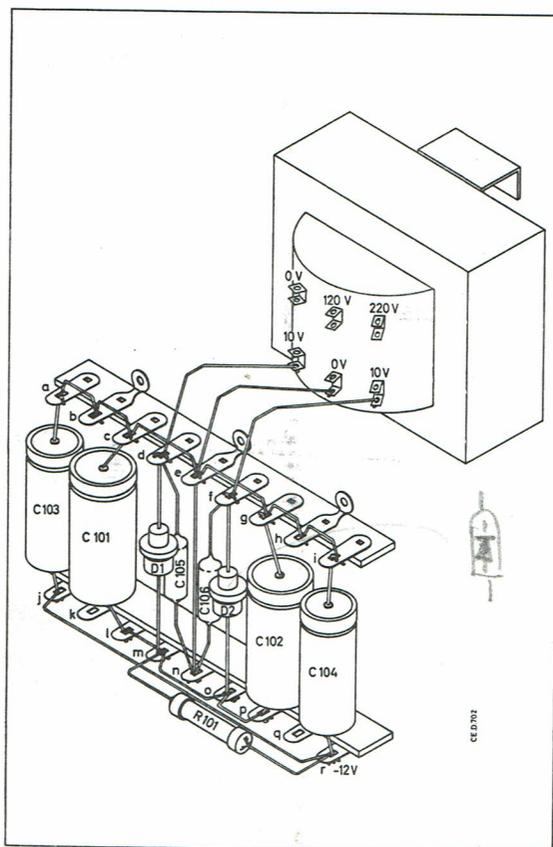

Fig. 2
Monter ces différents éléments entre les deux plaquettes relais comme représentés sur le plan de montage (fig. 2). Les deux plaquettes relais peuvent être fixées par les cosses de masses soit sur une plaque métallique soit sur la planchette supportant par exemple le tourne-disque.
*Monteer deze onderdelen tussen de beide draadsteunplaatjes zoals op de bouwtekening is afgebeeld (fig. 2). De twee draadsteunplaatjes kunnen met behulp van massalipjes worden bevestigd, hetzij op een metalen plaatje, hetzij bijvoorbeeld op het draagplaatje van de platendraaier.*